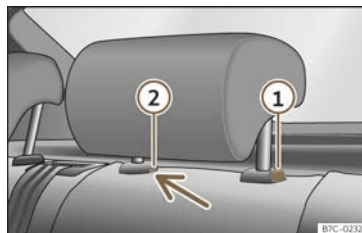

Abb. 103 Kopfstütze hinten ausbauen.
- Drücken Sie die Taste >>> (Abb. 103) ① sowie gleichzeitig mit einem Schlitzschraubendreher (Breite max. 5 mm) in die Öffnung der Verriegelung ② und ziehen Sie die Kopfstütze heraus.